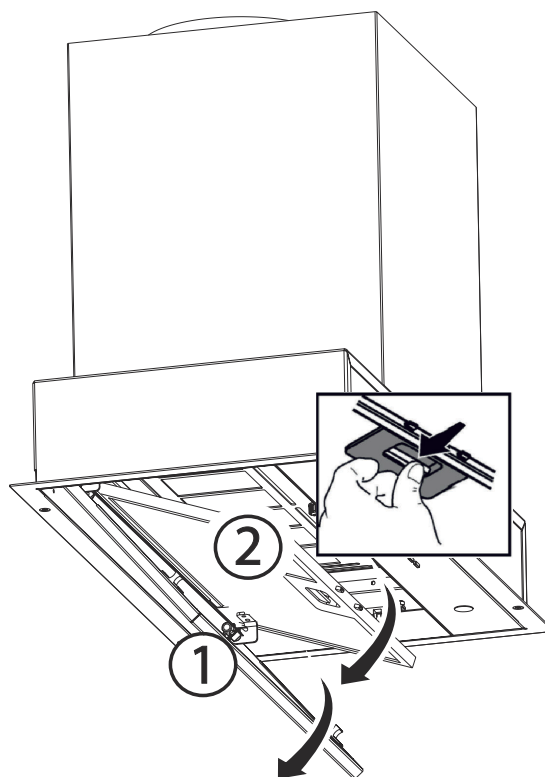

Fig. 6
1. ➔ Kantsugplattan måste lutas nedåt (Fig. 6/1).